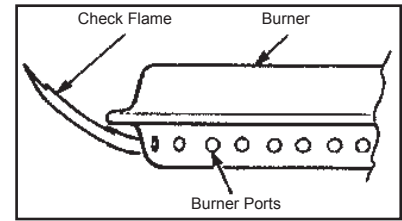

Fig. 9
- Todas puertas en el quemador deben demostrar una llama de 2.5cm en la instalacion "Arriba." (Fig. 9)